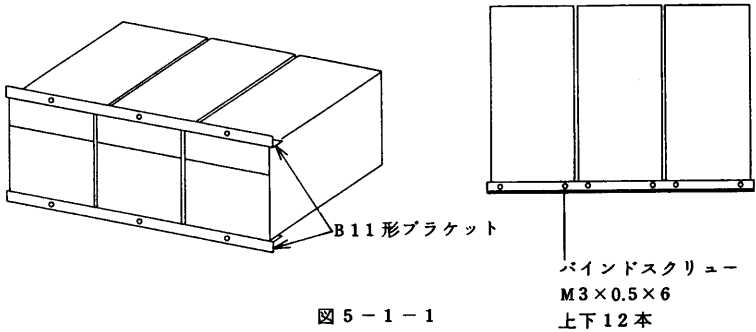

図 5-1-1
- (1) B 11 形ブラケットを PLZ 152W へ取付けます。このブラケットは 3 台まで取付けられます。(図 5-1-1)